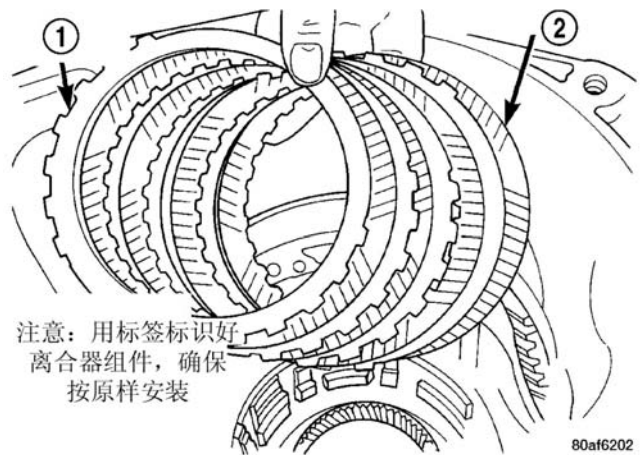
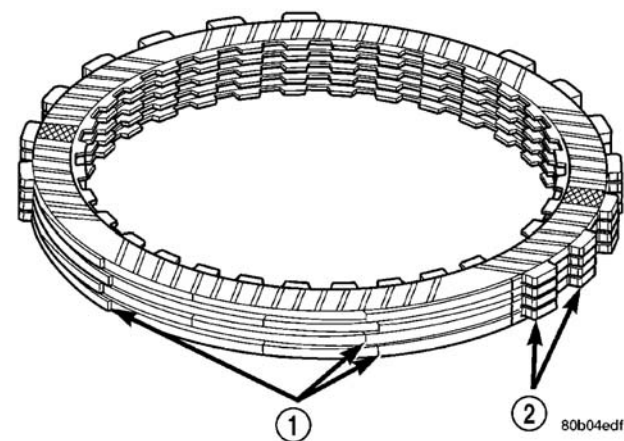

图 132 安装 2/4 离合器组件
图 133 交错排列 2/4 离合器盘与片
(44) 安装 2/4 离合器组件（图 132），交错排列离合器盘与片，如（图 133）所示。